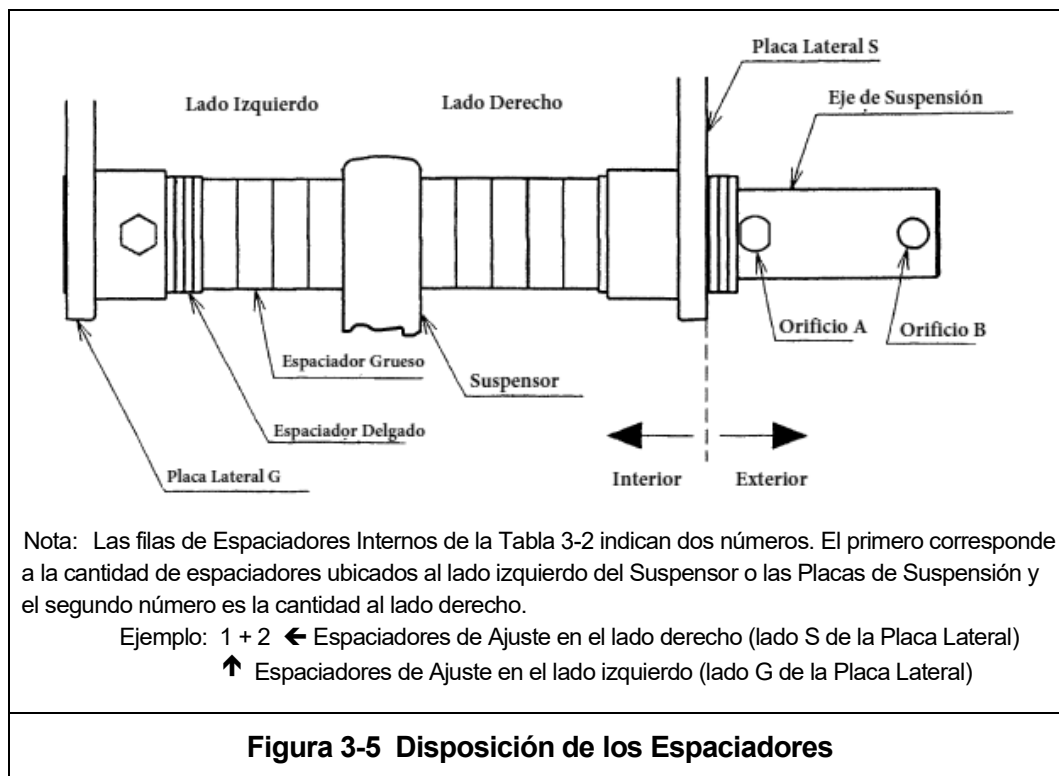

**Figura 3-3 Montaje del Trole**
- 1)** Consulte la Figura 3-3.